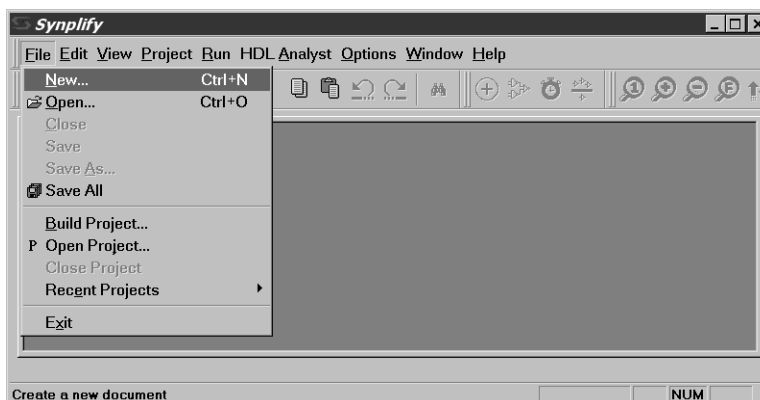

图 5-1：创建新文档
1. 启动 Synplify，并且选择 File > New（图 5-1），或者单击工具条上的新文件图标。这时会出现 Create a New Document（创建新文档）对话框。